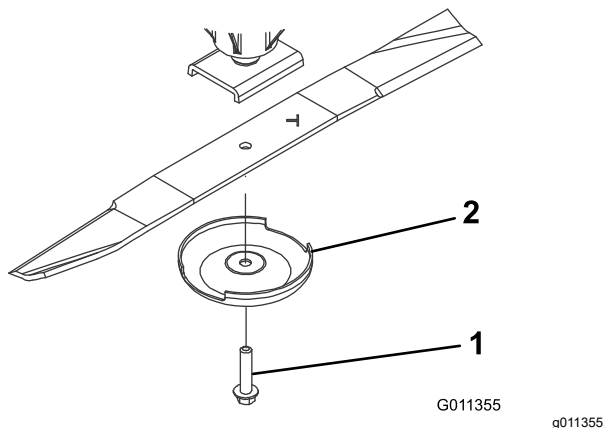

Figura 93
3. Togliete il bullone, la coppa antistrappo e la lama dall'asse del perno (Figura 93).